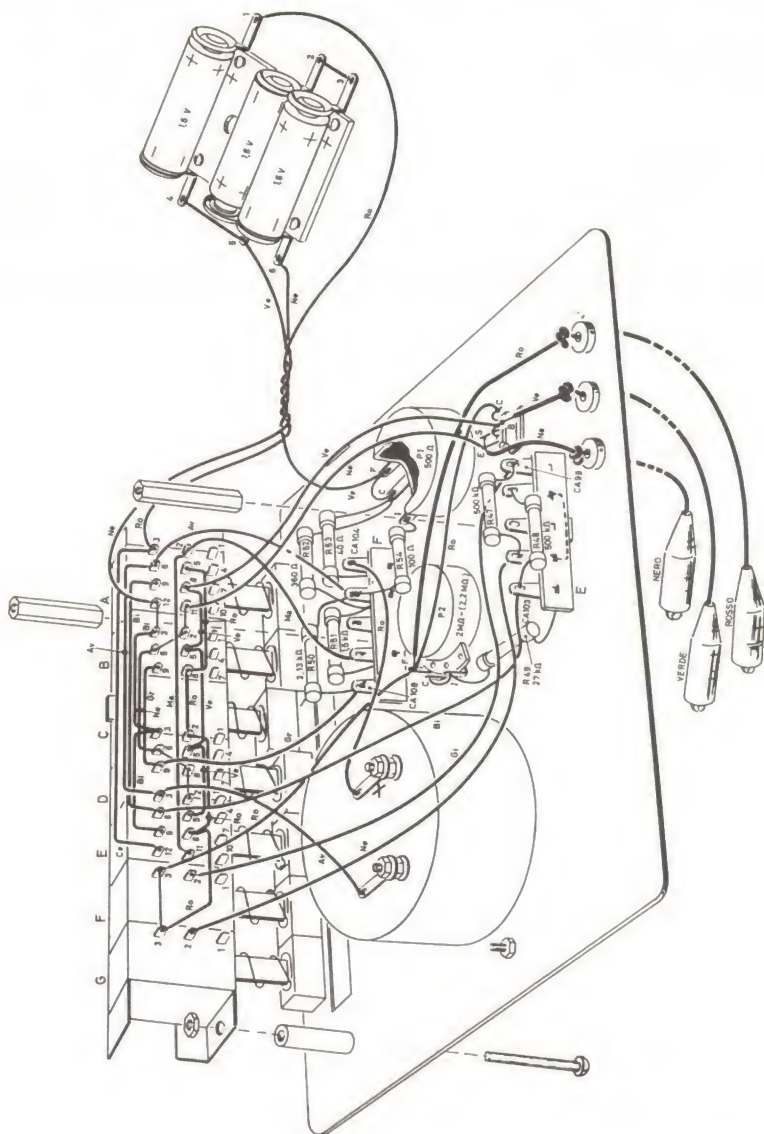
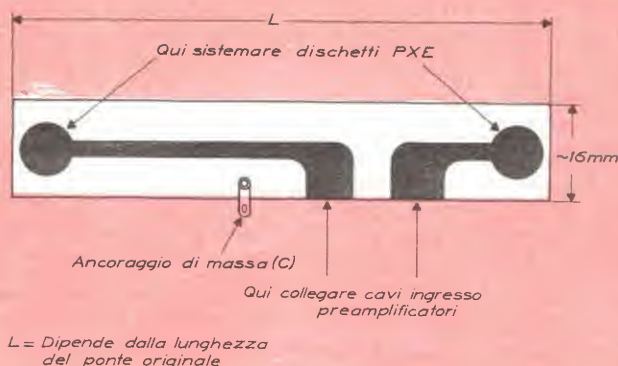

Fig. 2 - Schema pratico del provatransistori e diodi.
Fig. 3 - Configurazione del rame sul quale appoggia una faccia dei due dischetti PXE.
Nella fig. 2 sono riportati tutti i collegamenti previsti per la realizzazione pratica dell'apparecchiatura qui descritta.
Fig. 2 - Schema di montaggio dei due dischetti di PXE. Il ponte originario della chitarra va sostituito con quello indicato nella figura, realizzabile secondo le indicazioni fornite nel testo.
Per comprendere come essi debbono essere montati, si prenda in esame la fig. 2, nella quale A è il piano superiore della cassa armonica della chitarra e B il particolare ponticello che bisogna autocostruirsi.
Per prima cosa è necessario togliere il ponticello originario e sostituirlo con uno di metallo, nel quale si dovranno effettuare, con una lima a triangolo, gli incavi nelle stesse posizioni di quelli originari. Nella soluzione che proponiamo (ved. fig. 2), e che ci sembra la più semplice, è stato usato un pezzo di barra filettata da 5 mm lunga quanto il ponte originario. Questo sistema presenta l'evidente vantaggio che gli incavi per le corde sono già fatti, in quanto possono essere usati quelli dei filetti; inoltre, i
Nella fig. 2 si vede come vanno sistemati i due dischetti di PXE all'estremità del ponte
metallico, in corrispondenza dei due dadi. Un elettrodo sarà costituito da una faccia dei due dadi esagonali, l'altro dal rame riportato su una piastrina (fatta di materiale uguale a quello dei normali circuiti stampati) che verrà appoggiata, con interposizione di un opportuno spessore, sulla cassa di risonanza della chitarra. Nella *fig. 3*, in cui è illustrata questa piastrina, si può vedere la forma dello strato di rame. In definitiva, quindi, ciascun dischetto di PXE risulterà "compresso" dall'alto da una faccia del dado e dal basso dal rame della piastrina del circuito stampato. Evidentemente, essendo il ponte di metallo, le due facce superiori dei dischetti risulteranno elettricamente collegate tra loro, e questo sarà il terminale comune di massa (C) dei due trasduttori (calza del cavetto schermato), mentre le due facce inferiori, essendo elettricamente separate, potranno fornire due segnali che verranno prelevati dalle due piste di rame del circuito stampato (anima del cavetto schermato). Uno spessore opportuno molto liscio con facce parallele, come un pezzo di plexiglass dello spessore di 6 mm, provvede a rendere l'altezza degli incavi della barra (filletti) identica a quella degli incavi del ponte originale (*fig. 2*). Uno strato di feltro o di panno posto sotto lo spessore di plexiglass servirà ad attenuare la riproduzione di rumori derivanti da piccoli urti alla cassa della chitarra ed inoltre contribuirà a mantenere ben saldo l'insieme del nuovo ponte (*fig. 2*). Il ponte, infatti, non viene fis-